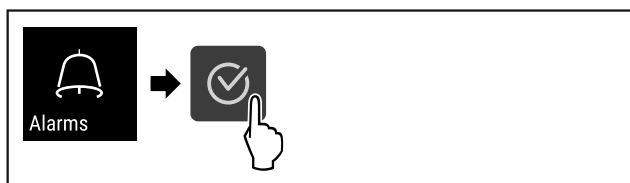

Fig. 106
- ▶ Stappen (zie Fig. 106) uitvoeren.